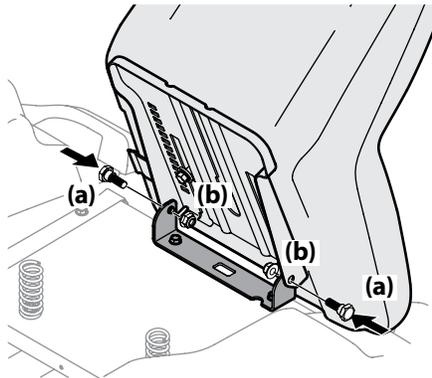

Figura 2-9
- Gire el asiento hasta la posición deseada y asegúrelo en su lugar con los tornillos de reborde (a) y las tuercas de seguridad con brida (b) que extrajo antes. Tenga cuidado de no doblar o dañar el cableado mientras instala el asiento. Consulte la Figura 2-9.